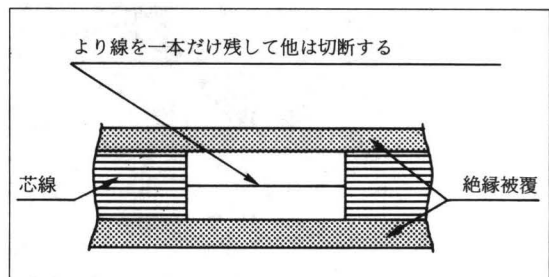

図4 炭化物の巻き込み検討のサンプル
- (1) 被覆電線を用い、被覆と導体を接触しないように配置し(図4参照)、常温の大気中でAC9Aを通电し、短時間で溶断させる
- (2) 被覆電線を600℃、大気中でAC9Aを通电し短時間で溶断させる
- (3) 被覆電線を都市ガスで炎がなくなるまで燃焼した後、AC30Aを通电して溶断させる